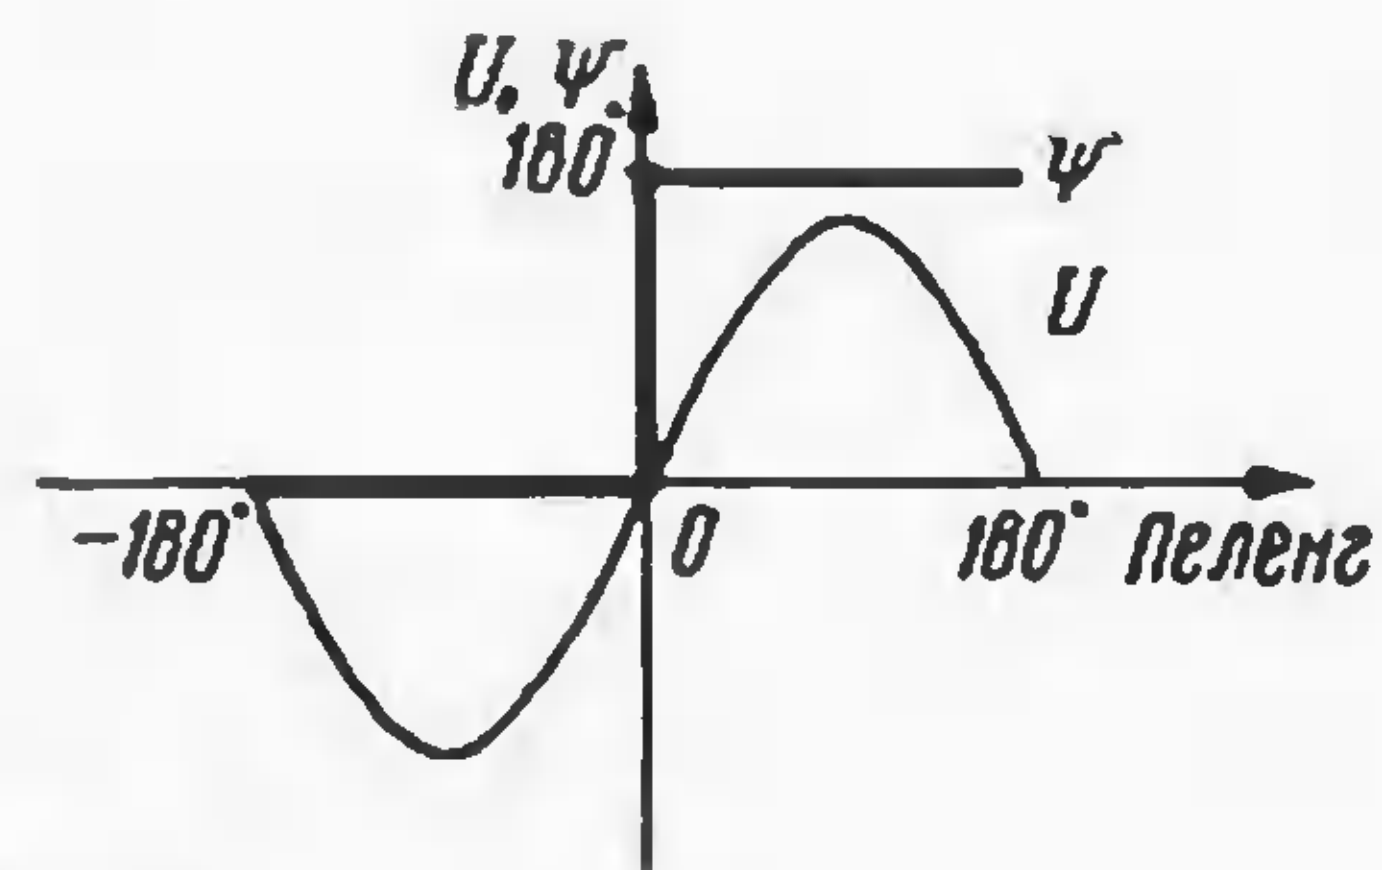

Рис. 4
тудного детектора приемника РС появится переменная составляющая с частотой опорного генератора. Ее амплитуда (U) и фаза (ψ) зависят от положения МА (пеленга) относительно источника радиосигнала. Эта зависимость в пределах от -180 до +180 град. пеленга показана на рис. 4. Фаза сигнала при переходе через нулевой пеленг скачком изменяется на 180 град., амплитуда изменяется по закону, близкому к синусоидальному (левая часть графика на рис. 4 с учетом фазы условно показана на отрицательной).